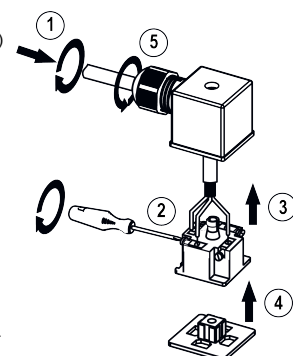

Рисунок 2 – Порядок подключения проводов ИП
- выполнить монтаж проводов источника питания (ИП) (см. *рисунок 2*):